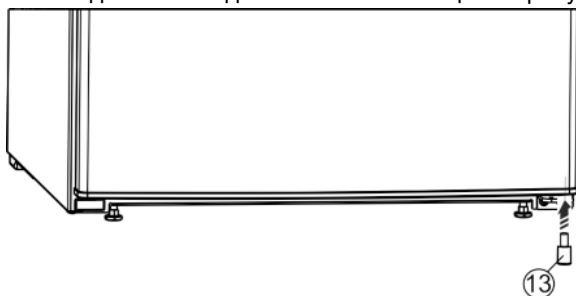

Fig. 7
► Снова вставьте в дверь распорную деталь Fig. 7 (13) справа внизу - это важно для обеспечения устойчивости устройства.